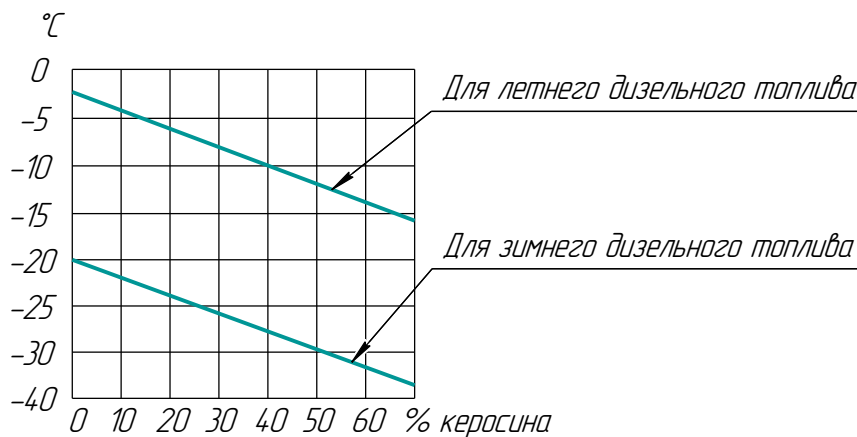

Рис. 10- Содержание керосина в смеси с дизельным топливом в зависимости от температуры окружающего воздуха
10.4 Надежная работа отопителя зависит от марки применяемого топлива. Марка топлива выбирается в соответствие с ГОСТ 305-82 в зависимости от температуры окружающей среды (см. таблицу 10.1). Допускается применять и смеси в соответствии с рис. 10.